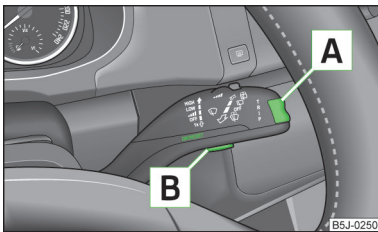

Abb. 23
Das Umschalten der Speicher erfolgt mit der Taste **[B]** » Abb. 23 auf Seite 34 am Scheibenwischerhebel.
Die Wipptaste für die Wahl der Menüpunkte **[A]** » Abb. 23 sowie die Bedientaste **[B]** befinden sich am Scheibenwischerhebel.
» Kurz auf die Wipptaste **[A]** » Abb. 23 oben oder unten drücken. Dadurch werden die einzelnen Menüpunkte der Multifunktionsanzeige nacheinander geöffnet.
» Die Taste **[B]** » Abb. 23 antippen.
» Die Taste **[B]** » Abb. 23 länger drücken.
- › Mit der Taste **[A]** » Abb. 23 auf Seite 34 den Menüpunkt **Warnung bei** (MAXI DOT-Display) bzw. ☹ (Segmentdisplay) wählen.